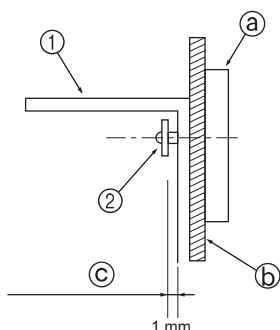

Fig. 3-4
- In primo luogo, montare la staffa sulla parete e serrare quindi la vite in modo che la staffa stessa possa muoversi verso l'alto e verso il basso. (Fig. 3-4)
① Staffa di protezione contro il ribaltamento
② Vite di mascheratura
③ Fascia ornamentale
④ Materiale di superficie della parete
⑤ Spazio di circa 1 mm